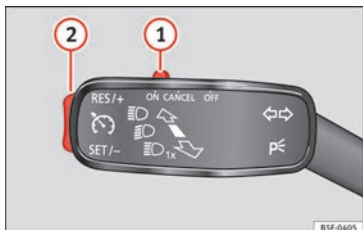

Fig. 47 À gauche de la colonne de direction : contacteur et commandes d'utilisation du GRA.
- Connecter le GRA : déplacez le contacteur **» fig. 47 ①** sur **ON**. Le système s'allume. Étant donné qu'aucune vitesse n'a été programmée, le système ne règle pas la vitesse.
- Activer le GRA : appuyez sur le bouton **» fig. 47 ②** dans la zone **SET/-**. La vitesse fixée est alors mémorisée et maintenue.
- Déconnecter le GRA temporairement : déplacez le contacteur **» fig. 47 ①** sur **CANCEL** ou appuyez sur la pédale de frein. Le réglage est désactivé temporairement.
- Reconnecter le GRA : appuyez sur le bouton **» fig. 47 ②** sur **RES/+**. La vitesse mémorisée sera de nouveau enregistrée et régulée.
- Augmenter la vitesse programmée pendant le réglage du GRA : appuyez sur le bouton **②** sur **RES/+**. Le véhicule accélère jusqu'à la nouvelle vitesse enregistrée.
- Réduire la vitesse programmée pendant le réglage du GRA : appuyez sur le bouton **②** sur **SET/-** pour réduire 1 km/h (1 mph). La vitesse est réduite jusqu'à atteindre la nouvelle vitesse enregistrée.
- Déconnexion du GRA : déplacez le contacteur **» fig. 47 ①** sur **OFF**. La vitesse mémorisée est effacée et le système est déconnecté.